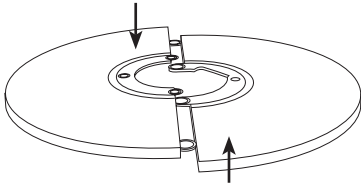

Fig.2
- Juntar las piezas de la base vertical (Fig.2) y fijarlas al cuerpo mediante los tornillos suministrados.